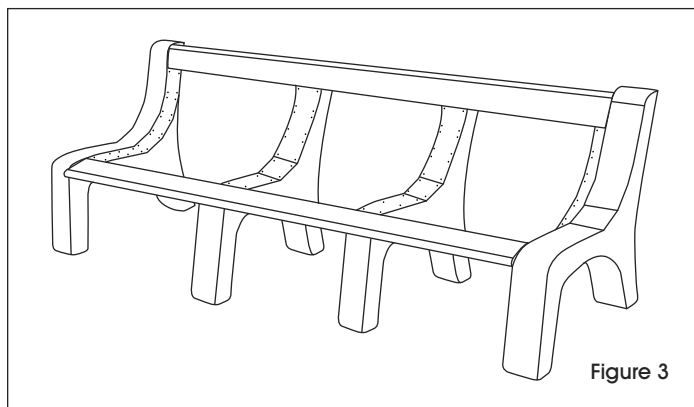

Figure 3
4. Place middle supports evenly spaced between left leg and right leg. From underneath, attach slats to middle supports at the pre-drilled holes using the torx head screws. (See Figure 3)
4. Placez les pieds centraux à intervalles réguliers entre le pied gauche et le pied droit. Fixez les planches aux pieds centraux par le dessous avec les vis à six lobes internes au niveau des trous prépercés. (Voir Figure 3)